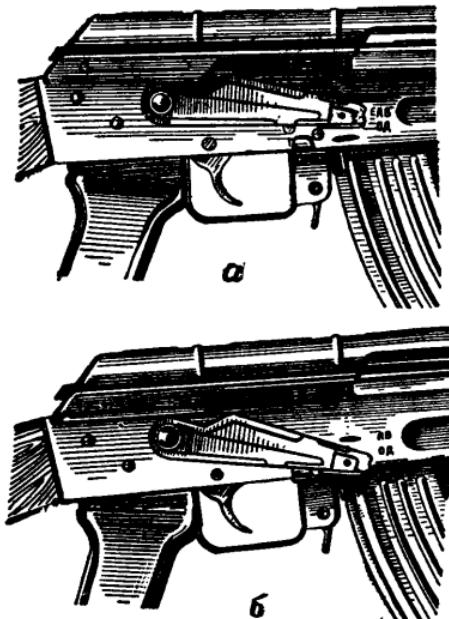

Рис. 58. Установка переводчика на необходимый вид огня:
**111.** Для установки переводчика на требуемый вид огня (рис. 58) надо, нажимая боль-